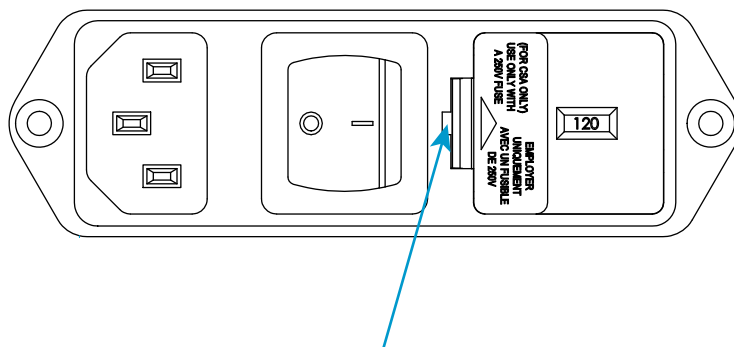

Figura 5. Extracción del contenedor de fusibles haciendo palanca
1. Asegúrese de que el interruptor de alimentación esté desconectado (0) y desenchufe el cable de alimentación de la fuente de alimentación. Compruebe que no haya ningún LED iluminado en el panel del indicador.
2. Inserte un destornillador de cabeza plana pequeño en la ranura indicada en la Figura 5 en la página 38 y haga palanca para extraer el contenedor de fusibles.